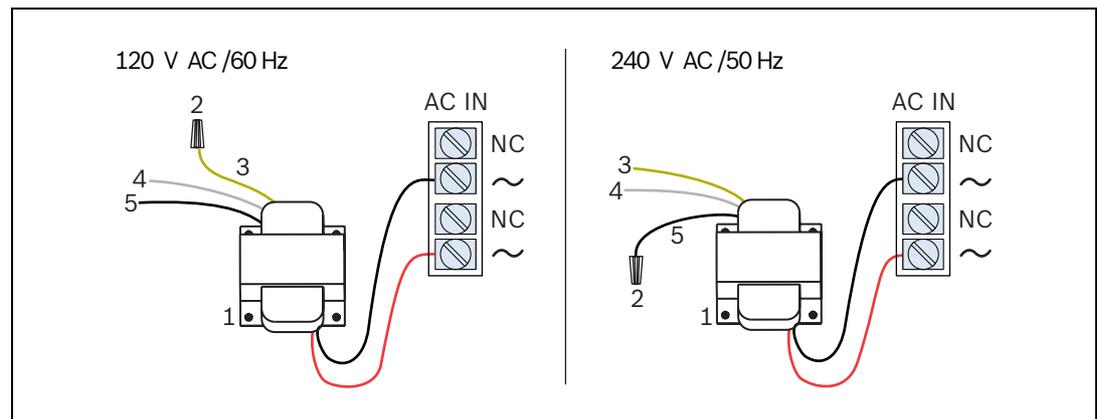

Figura 4.29 Conexión de la Alimentación de CA: Lado izquierdo 120 V CC, lado derecho 240 V CC
1. Conecte el primario del transformador (consulte la *Figura 4.29*):